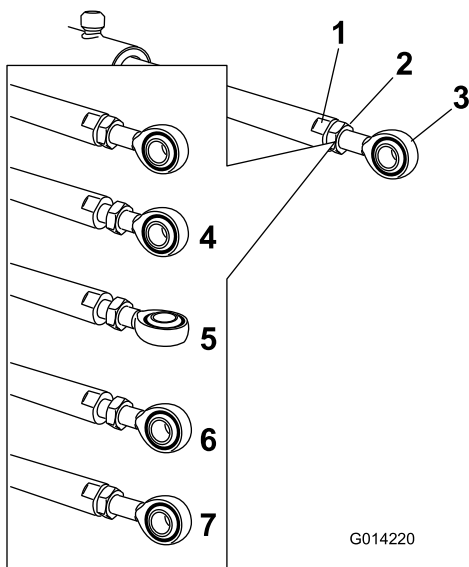

図 110
- アクチュエータロッドの平たい面にスパナをあてがって回転しないように押さえ、ジャムナットをゆるめて、アイレットロッドを調整できるようにする 図 110。
6. アイレットロッドを回転させてアクチュエータを希望の長さに調整する 図 110。